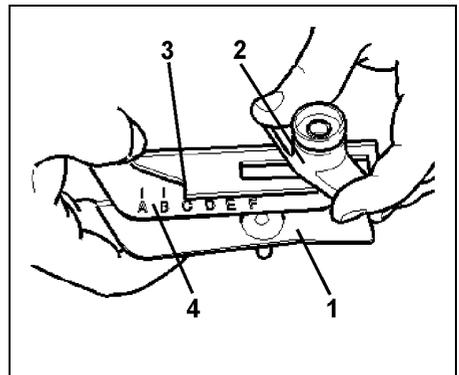

Fig. 46
- Die Befestigungsschraube des Schaufelaußenteils an der Grenzstreuschaufel (Fig. 46/1) mit dem Innensechskant der Flügelmutter (Fig. 46/2) lösen.
- Die Ablesekante (Fig. 46/3) auf den Buchstabenwert "E" (Grenzstreuen) bzw. "E" (Randstreuen) (gilt nur für das aufgeführte Beispiel) der Skala (Fig. 46/4) einstellen und die Flügelmutter (Fig. 46/2) wieder fest anziehen.